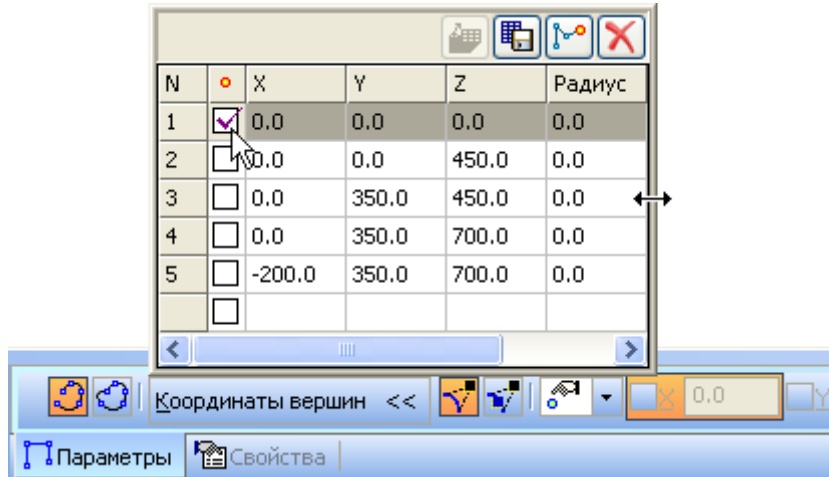

Рисунок 14.
- Отключите опцию Связь с точечным объектом для вершины 1 — теперь вершину можно перемещать (рис. 14).